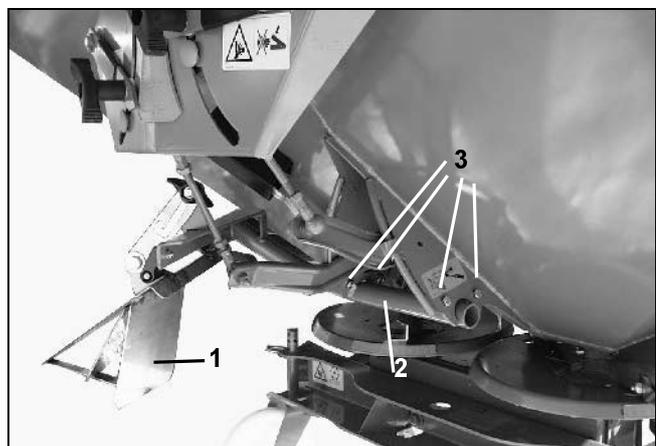

Fig. 56
Grenzstreuschirm (Fig. 56/1) mit Befestigungsschrauben.
- Den Holm (Fig. 56/2) vom Grenzstreuschirm (Fig. 56/1) mit den vier Befestigungsschrauben (Fig. 56/3) an der Dachplatte des Zentrifugalstreuers befestigen.